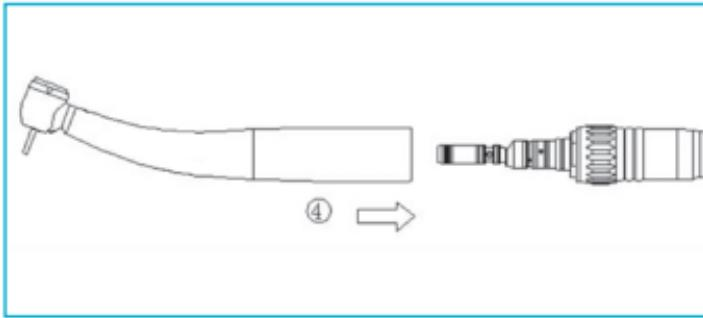

Fig. 6-2
- Aperte a tampa rosca do tubo da turbina com a chave (fornecida com o dispositivo médico) (Fig. 6-2 ②③).
- Monte o dispositivo médico com precisão no acoplamento LED até que este fique bloqueado no dispositivo médico emitindo um ruído (Fig. 6-2④).